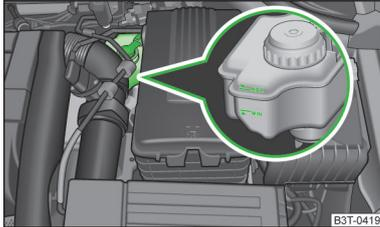

Abb. 165
- Ist der Flüssigkeitsstand unter die MIN-Markierung abgesunken » Abb. 165 auf Seite 197,  nicht weiterfahren - es besteht Unfallgefahr! Die Hilfe eines Fachbetriebs in Anspruch nehmen.
» Abb. 165.
- Den Bremsflüssigkeitsstand am Behälter prüfen » Abb. 165.